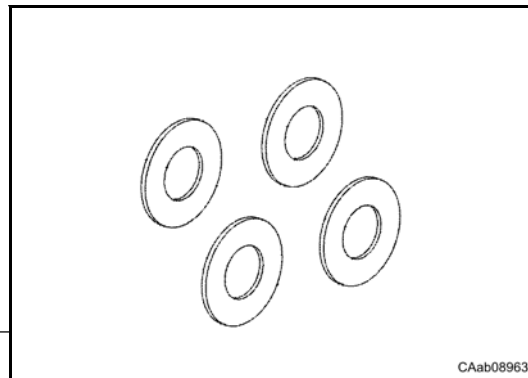

Fig. 8
- Per le registrazioni utilizzare gli appropriati spessori di registro, misurandoli singolarmente (Fig. 8).
- *Use appropriate adjusting shims and measure each one separately (Fig. 8).*